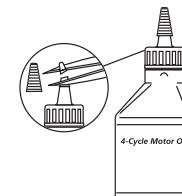

Fig. 4
Un flacon d'huile SAE 30 SF, SG, SH de 60 ml (2,03 oz) est fourni avec cet appareil (Fig. 4).
- Dévissez le bouchon du flacon d'huile et retirez l'opercule sur l'ouverture. Remettez le bouchon en place et coupez la pointe en entonnoir (Fig. 4).